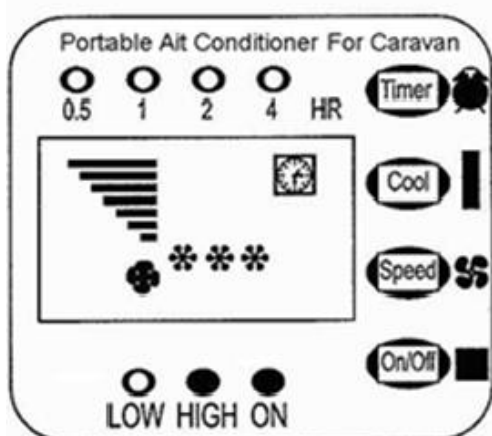

Fig . 5
Trykk KJØL på nytt for å stille omgivelsestemperaturen til 22°C. Skjermen vil vise tre (3) stjerner (fig. 5).